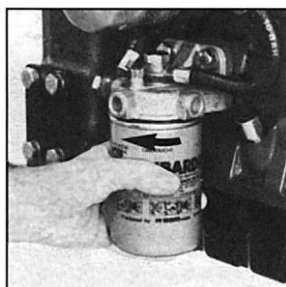

Рис.79.1
- Отверните фильтр (против часовой стрелки) и снимите с двигателя (рис.79.1).